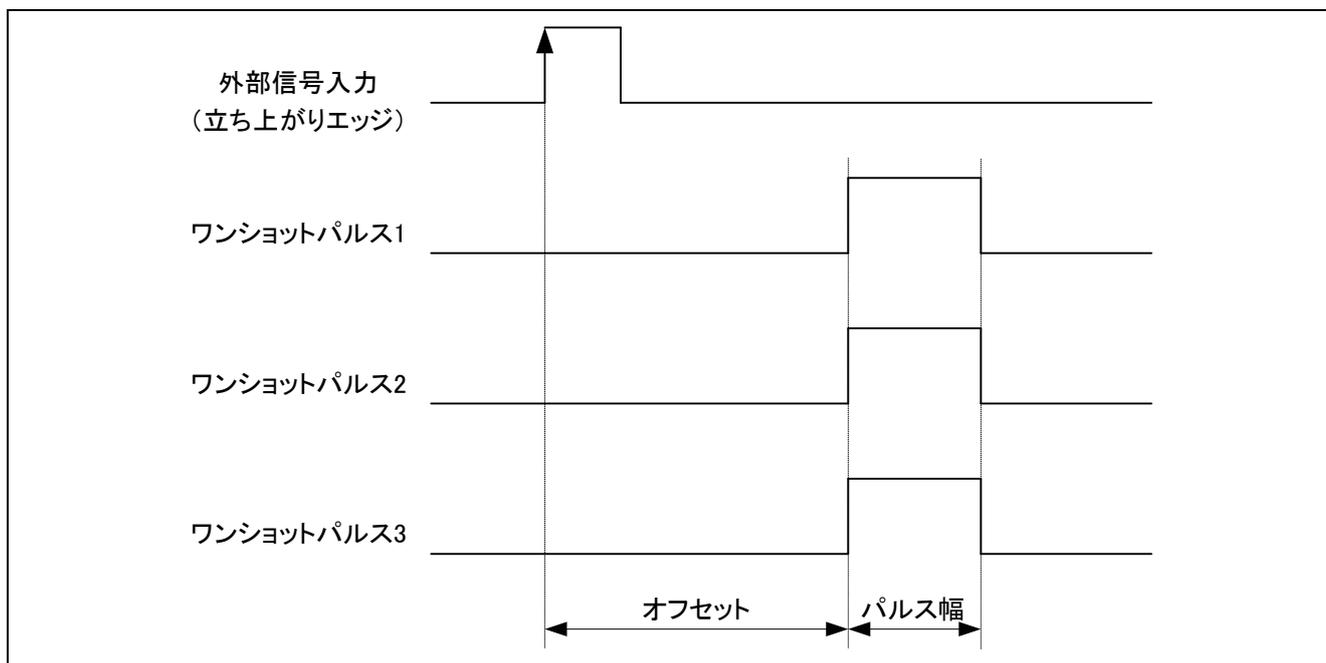

図 2.21 ワンショットパルス出力
- 1) 図 2.21に示すように外部信号の立ち上がりに同期してワンショットパルスを出力します。オフセット、パルス幅は内部クロックカウンタ値を設定します。